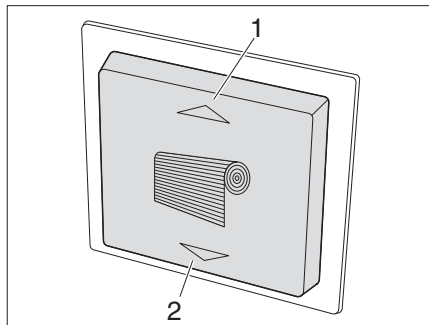
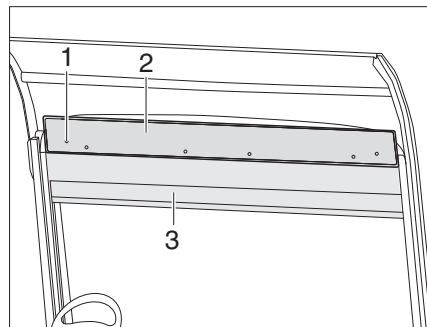

Bild 82 Reglage för rullgardin
Bild 84 Nödfunktion för rullgardinen
Stänga: ■ Tryck ner knapp (Bild 82/2). Rullgardinen (Bild 84/3) för framrutan rör sig nedåt.
Öppna: ■ Tryck ner knapp (Bild 82/1). Rullgardinen (Bild 84/3) för framrutan rör sig uppåt.
- Skruva bort 6 skruvar (Bild 84/1) på rullgardinskassetten och ta av panelen (Bild 84/2).
- Häng in vev i en av de båda motorerna och dra upp resp. ner rullgardinen (Bild 84/3).